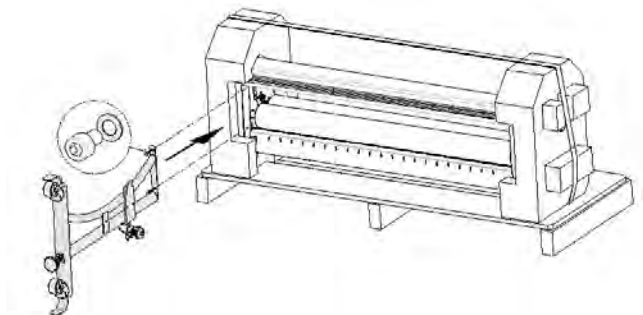

Abbildung 2
- Verwenden Sie zwei Zahnscheiben und zwei Sechskantschrauben M6x16 (siehe Abb. 2).